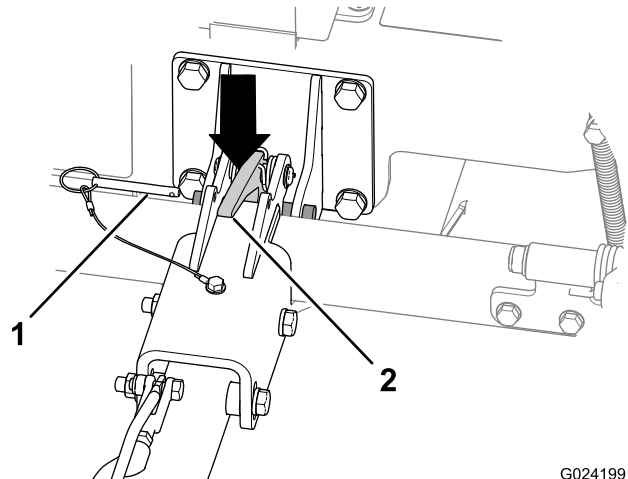

Figura 22
2. Retire o pino de bloqueio (Figura 22).
4. Empurre o trinco do engate para desengatar o engate (Figura 22).